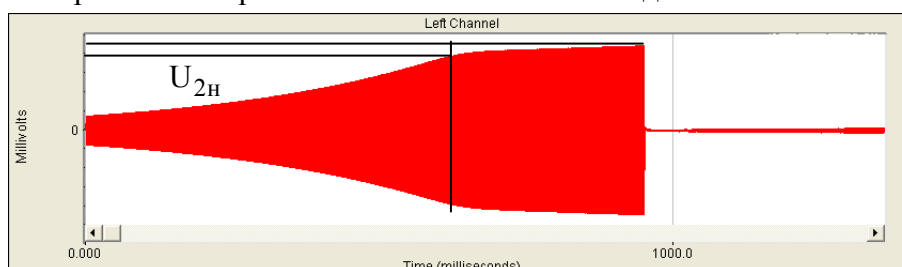

Рис.4.5. Амплитудные характеристики УО
- Нажмите кнопку **Stop** в момент, когда на экране видна вся характеристика. Сохраните график (рис.4.5).